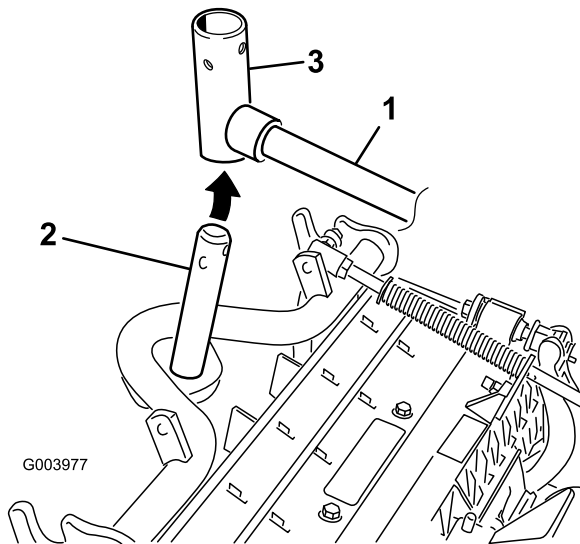

Figura 9
8. Nas unidades de corte dianteiras, faça deslizar uma unidade de corte sob o braço de elevação enquanto insere o veio da estrutura de suporte para cima para dentro da forquilha de articulação do braço de elevação (Figura 9).
- B. Insira a forquilha do braço de elevação no veio da estrutura de suporte (Figura 9).